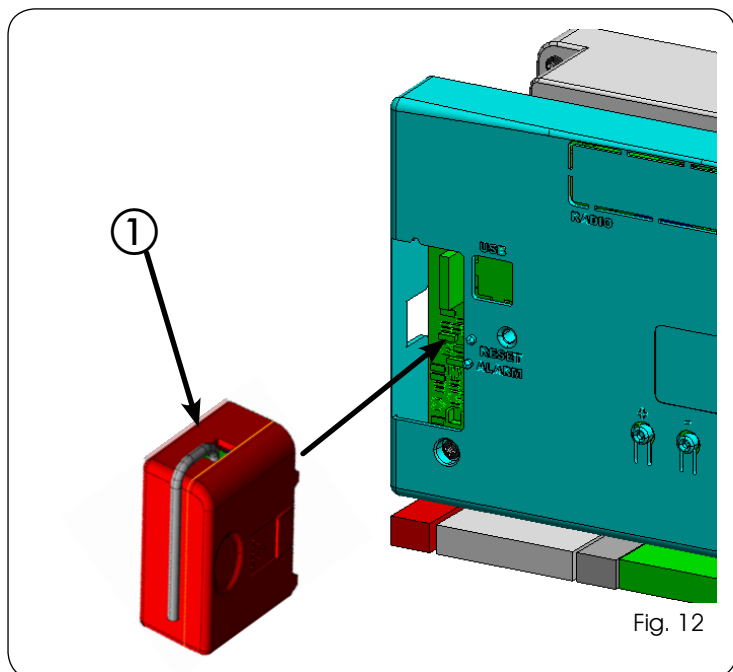

Fig. 12
L'apparecchiatura elettronica è provvista di un sistema di decodifica (DS, SLH, LC/RC) bi-canale integrato chiamato OMNIDEC. Questo sistema permette di memorizzare, tramite un modulo ricevente aggiuntivo XF433 o XF868 (Fig. 12 rif. ①), radiocomandi della stessa frequenza ma di diversa tipologia (DS, SLH, LC/RC). È possibile memorizzare sia l'apertura totale (OPEN A) sia l'apertura parziale (OPEN B) dell'automazione fino ad un massimo di 256 canali.